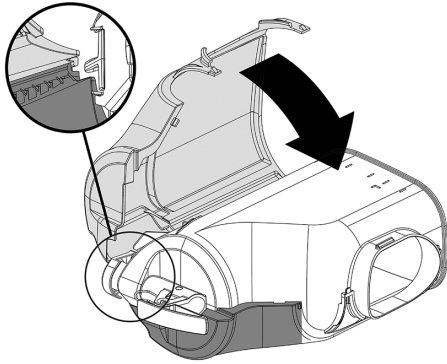
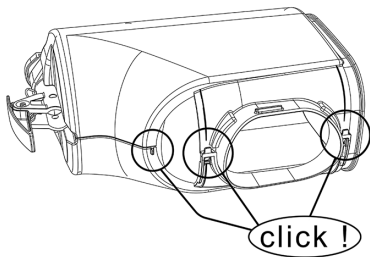

**Bild 2**
**Bild 3**
**1** Die rechte Seite der Abdeckung auf eine Fläche legen. Den Behälter hineinlegen. (Bild 2)(Bild 3).